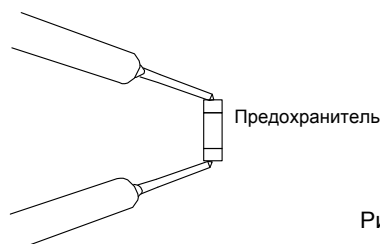

Рис. 2
- 2) Проверьте мультиметром целостность предохранителя, как показано на рис. 2.